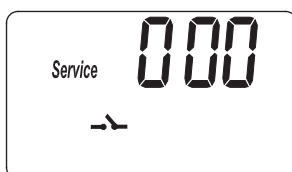
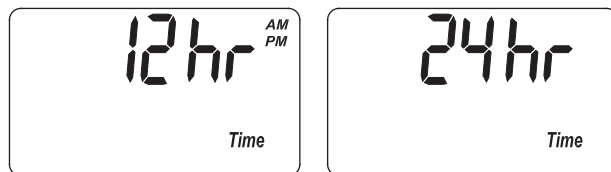

FIG. 30
FIG. 32
1. Mantenga oprimido el botón PROGRAM (Programar) hasta que aparezca la pantalla que se indica en la Fig. 30. Cuando ello ocurra, oprima cuatro veces el botón PROGRAM (Programar) y aparecerá la pantalla que se indica en la Fig. 30.
1. Mantenga oprimido el botón PROGRAM (Programar) hasta que aparezca la pantalla que se indica en la Fig. 30. Cuando ello ocurra, oprima cinco veces el botón PROGRAM (Programar) y aparecerá una de las dos pantallas que se indican en la Fig. 32.